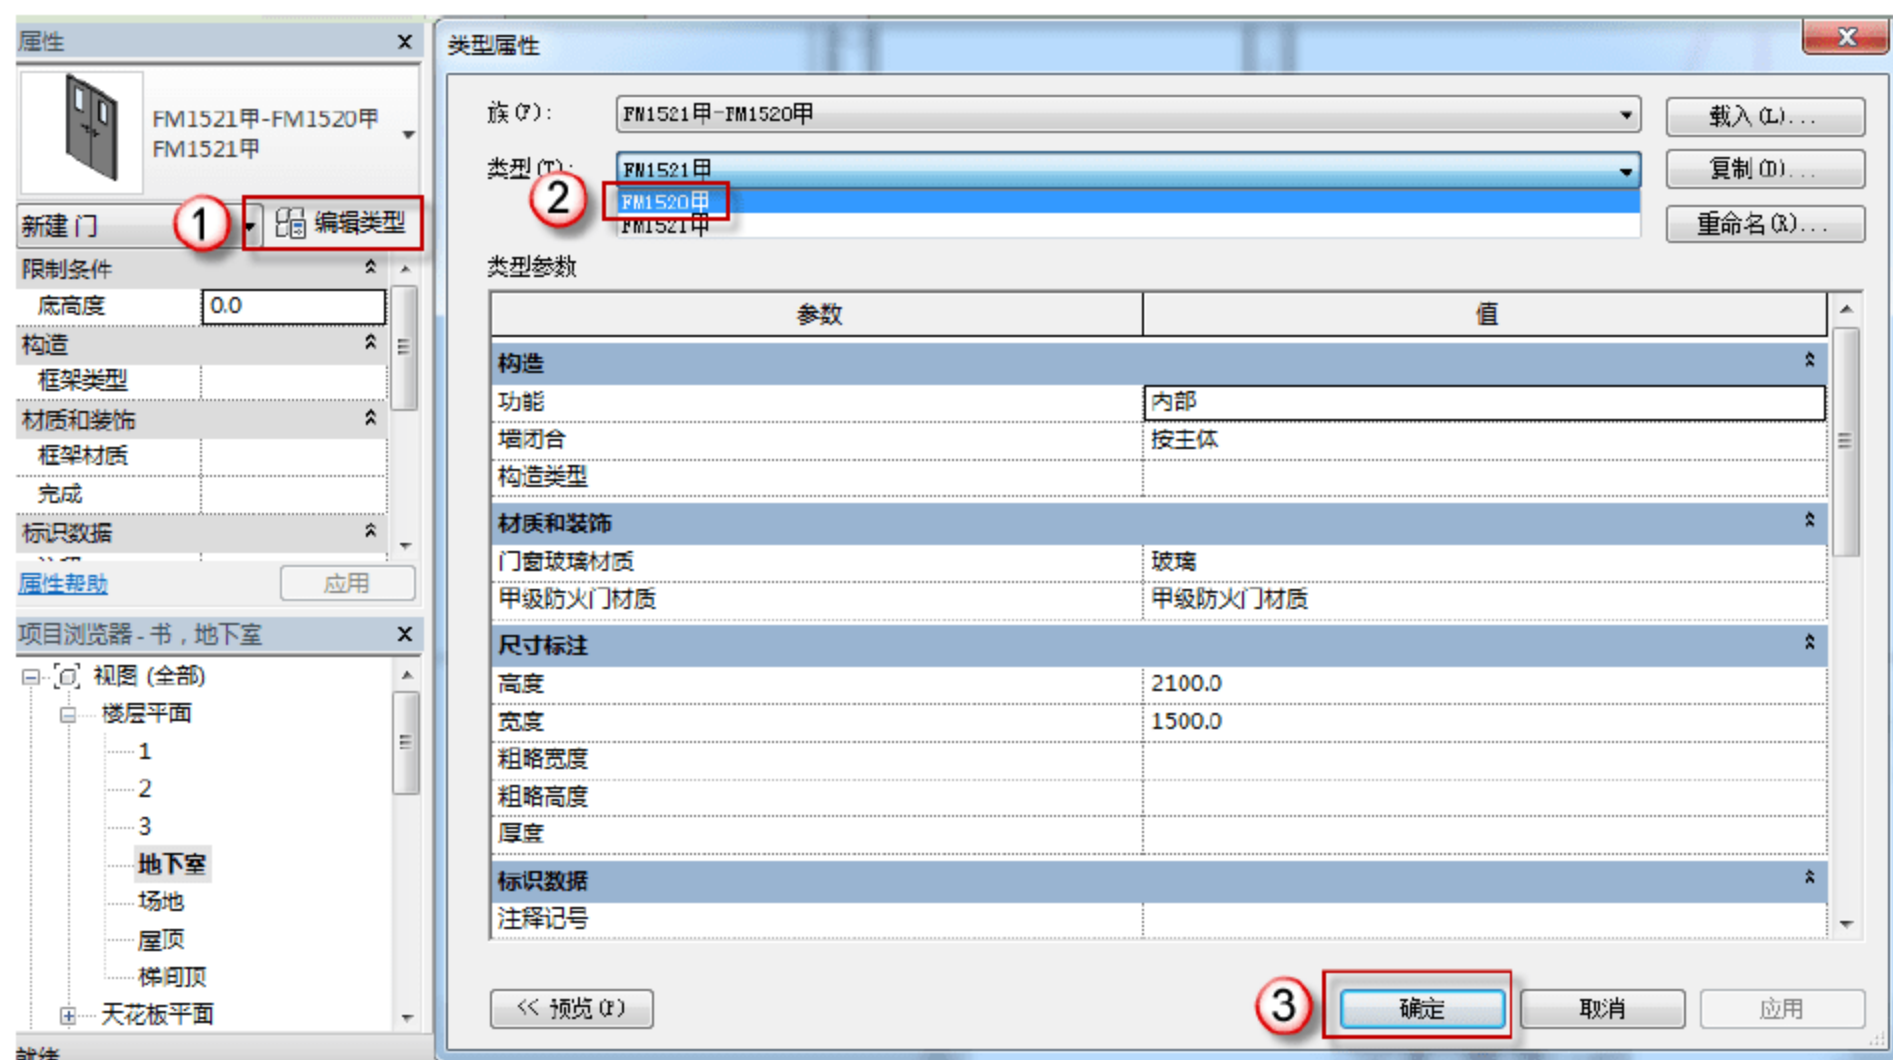
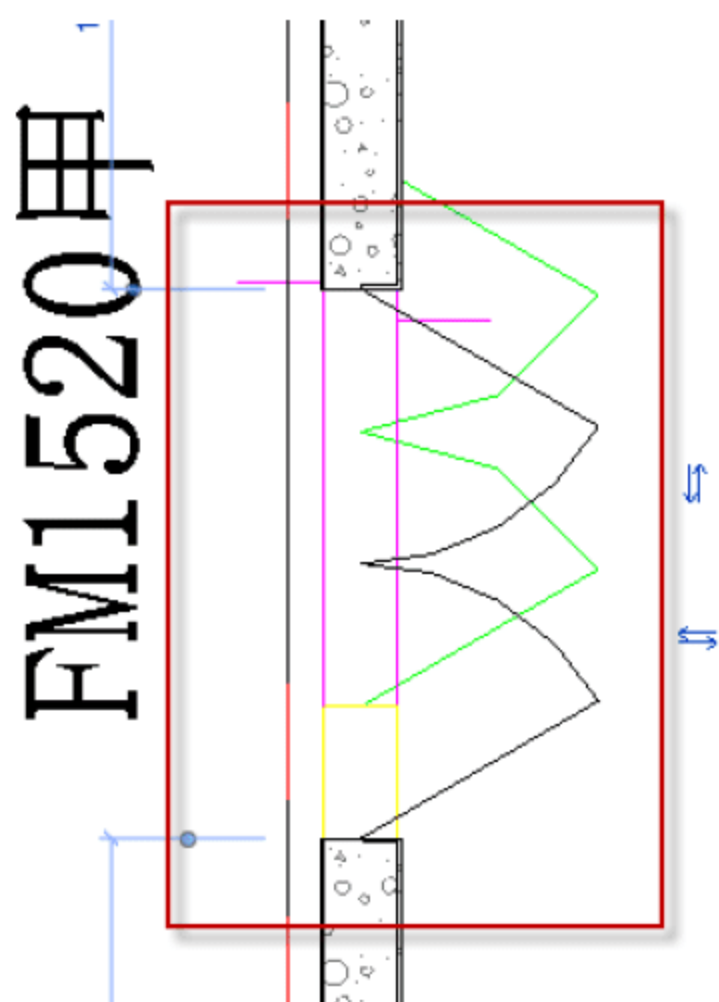

图 9.3.38 选择“FM1520 甲”
图 9.3.39 插入“FM1520 甲”
(29) 插入“FM1520 甲”。按快捷键 D+R，在“属性”面板中单击“编辑类型”按钮，在弹出的“类型属性”对话框中，在“类型”中选择“FM1520 甲”，单击“确定”按钮，如图 9.3.38 所示。然后在相应的位置插入族，如图 9.3.39 所示。